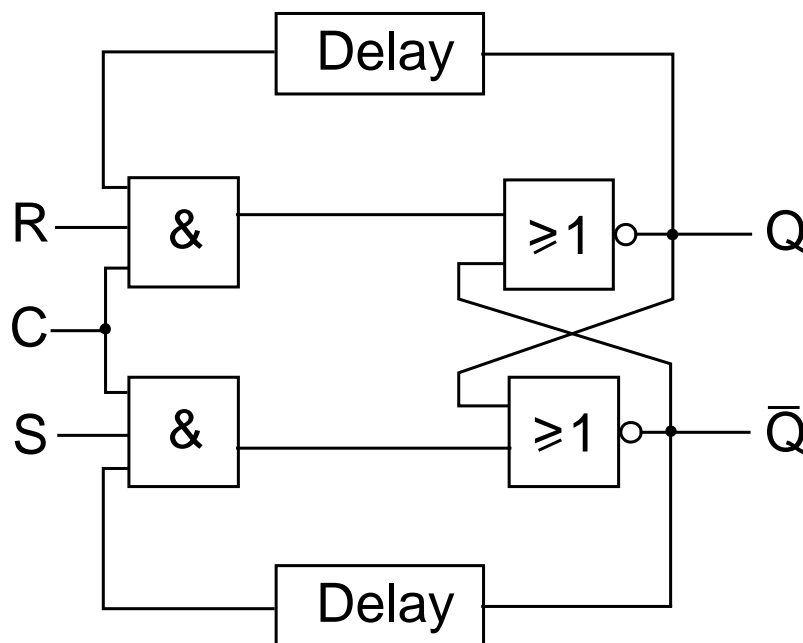

Abbildung 2: Unbekannte Schaltung.
- Leider ist der Versuch mit LEDs auf sich aufmerksam zu machen fehlgeschlagen und Sie befinden sich immer noch auf der einsamen Insel. An einem wunderschönen Freitagmorgen finden Sie nicht ihren Kumpel Freitag, sondern die in Abbildung 2 gezeigte Schaltung. Um was handelt es sich hierbei? Stellen Sie die Wahrheitstabelle auf und betrachten Sie besonders den Zustand $C=R=S=1$. Was kann passieren und wozu könnten die Delays gut sein?